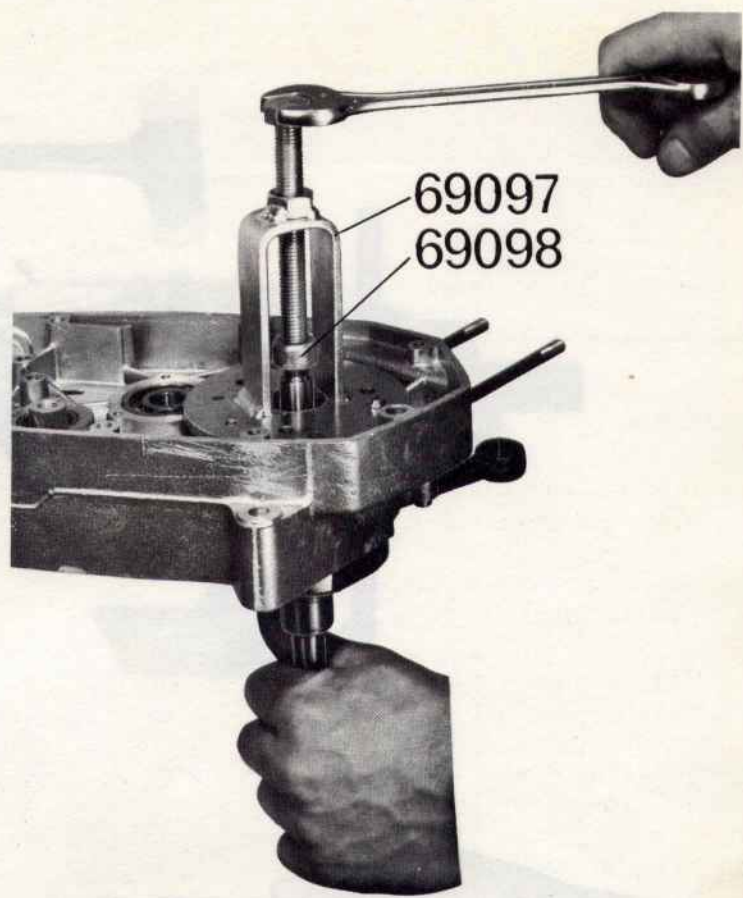

Figure 41
- Placer sur l'extrémité du vilebrequin, côté pignon moteur, l'embout de protection n° 69098 (figure 41).
- Positionner l'outil 69097 en le fixant sur le palier avec trois vis (figure 41).
- Visser la vis de l'outil n° 69097 jusqu'à l'extraction complète de l'embiellage (figure 41).
- Visser la vis n° 68029 en bout de vilebrequin (figure 41).